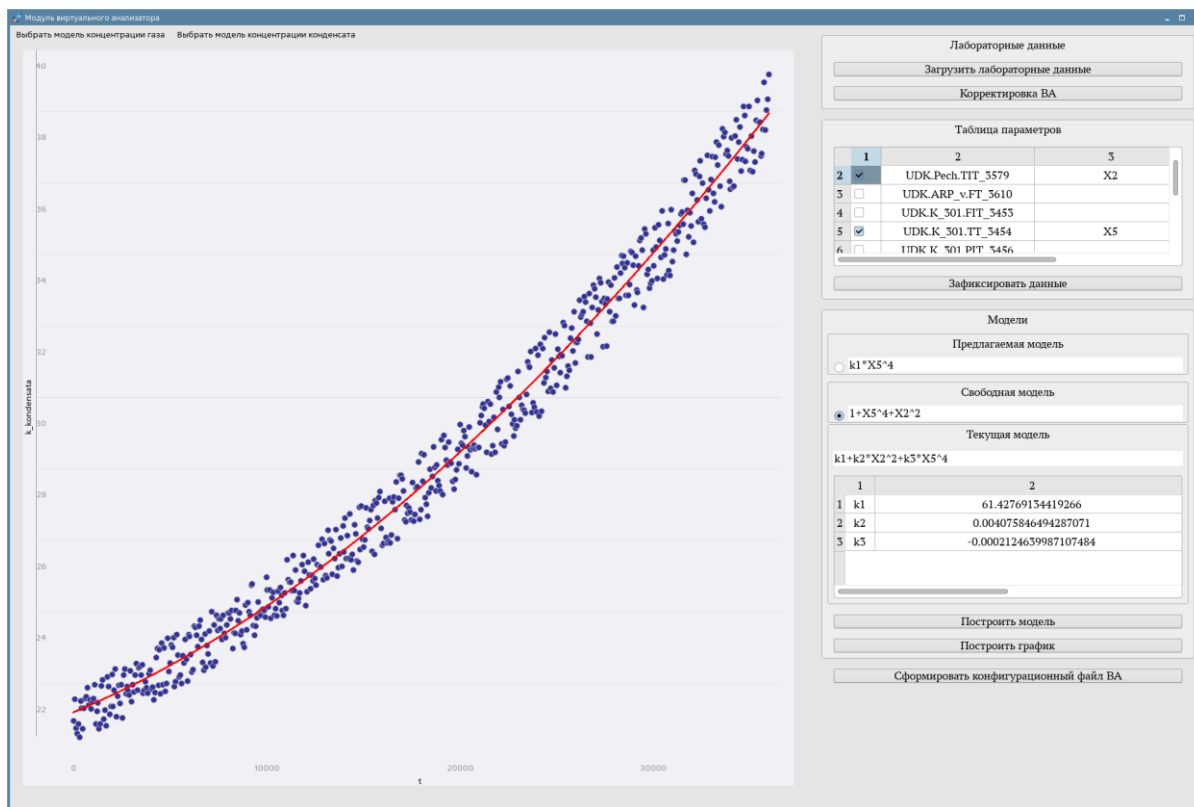

Рисунок 21 – Основное окно модуля. Свободная модель
8. Если известна от каких технологических параметров зависит целевой показатель, а также известна функция зависимости, то выбираем соответствующие параметры из списка и фиксируем выбор, нажатием кнопки «Зафиксировать данные». Далее выбираем тип модели «Свободная модель» и вводим функцию зависимости. После этого нажимаем кнопку «Построить модель» см. Рисунок 21.